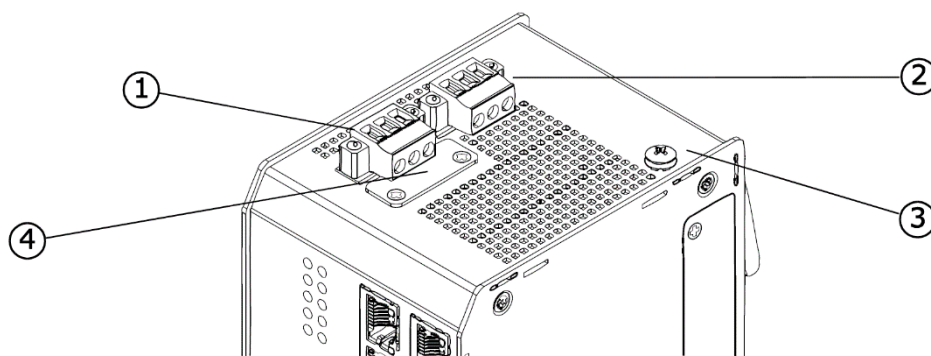

Рисунок 6 – Коммутатор вид сверху.
Коммутатор питается напряжением от 24 до 57В постоянного тока (см. Рисунок 6, ①). В интересах резервирования или распределения нагрузки можно подключить второй источник питания того же номинала напряжения (см. Рисунок 6, ②). Если один источник станет неисправным, то включится альтернативный источник и подаст питание на коммутатор без выключения оборудования.
Убедиться, что коммутатор заземлен, перед подключением любых других кабелей (от источника питания, сетевых и тому подобное). Заземляющий винт располагается на верхней панели корпуса коммутатора и промаркирован символом заземления (см. Рисунок 6, ③). Модули заземления так же необходимо заземлять.
Разъемы промаркированы «Power 1» и «Power 2» (см. Рисунок 6, ① и ②) и оборудованы трехконтактными разъемами.